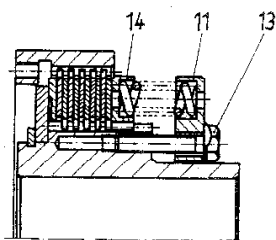

Рис. 2
При помощи шлицевой гайки (12) и установочного кольца (11) (рис. 1) или болтов с шестигранной головкой (13) (рис. 2; 3) крутящий момент муфты может быть отрегулирован (см. п. 4).